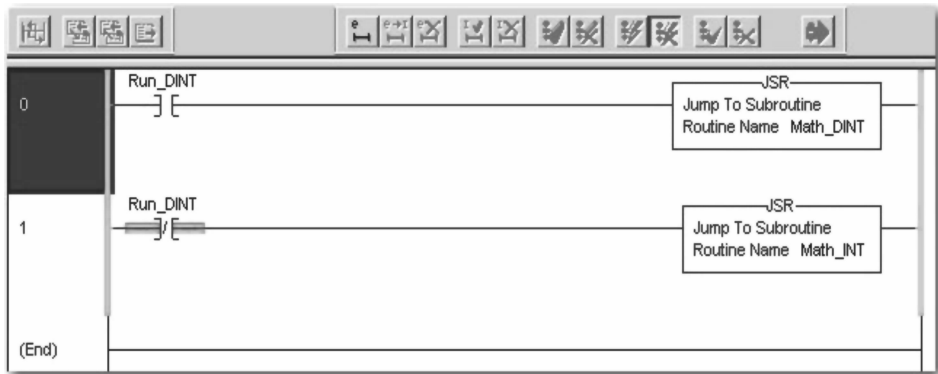

图 10-2 打开的主例程界面
2. 双击“主例程”（MainRoutine），如图 10-2 所示。